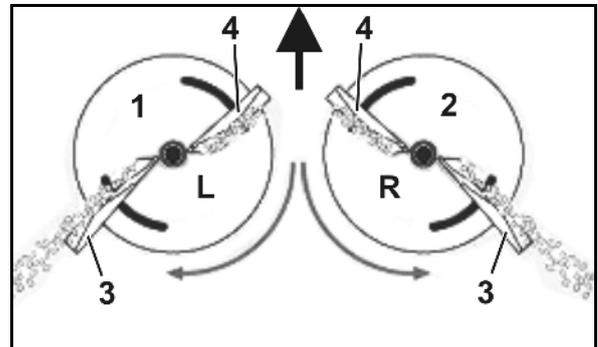

Fig. 32
- disque d'épandage gauche (Fig. 32/1) avec marquage **L**.
- disque d'épandage droit (Fig. 32/2) avec marquage **R**.
- **Longue** (Fig. 32/3) - Echelle de réglage, valeurs de 35 à 55.
- **Courte** (Fig. 32/4) - Echelle de réglage, valeurs de 5 à 28.